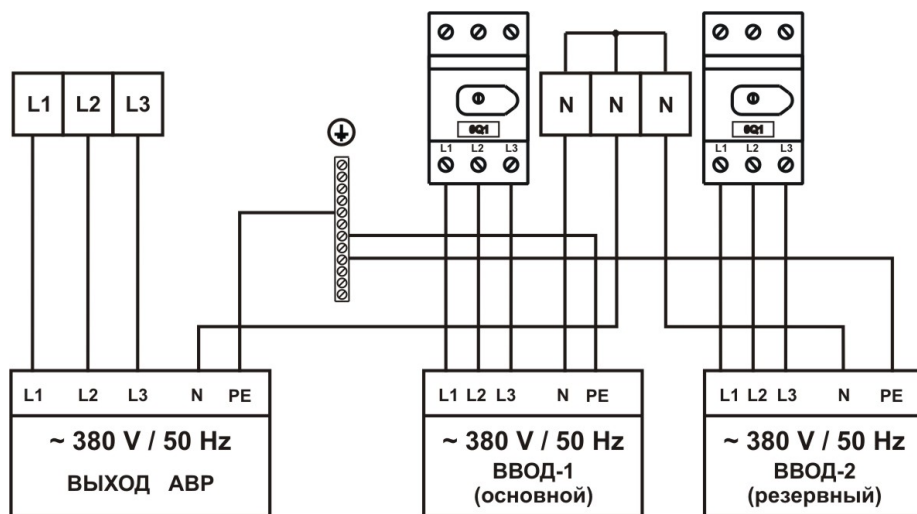

Рис.3 Подключения силовых цепей
- **Подключение двух вводов питающей трехфазной электросети ~380 В, 50 Гц к прибору необходимо осуществлять при помощи соответствующего кабеля и контактов вводных сетевых рубильников, клемм нейтральных шин и шины заземления (рис.3) - L1, L2, L3, N, PE - при подключении обязательно соблюдать чередование фаз! При обнаружении неисправности ввода питания (неправильное чередование фаз, пропадание одной из фаз, перекос фаз, повышенное или пониженное напряжение) соответствующий индикатор на лицевой панели не загорается.**
- **Подключение внешнего потребителя** осуществляется в соответствии со значением номинального тока подключаемого потребителя. Для этого необходимо установить сечение токопроводящих жил кабеля “прибор – внешний потребитель”, например, по Таблице 1, и соответствующим кабелем подключить внешний потребитель к соответствующим клеммам **L1, L2, L3, N, PE** разъема **Выход АВР** (рис.3). Максимальный ток нагрузки Выхода АВР указан в технических характеристиках на прибор.